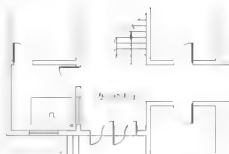

图 3.10 拖出多行文字的矩形框
(1) 将【文本】图层设置为当前层。
(2) 单击【绘图】工具栏上的【多行文字】图标 A 或在命令行输入“T”后按 Enter 键。
① 在指定第一角点: 提示下,在办公楼底层平面图的“值班室”内单击一点,作为文字框的左上角点。
② 在指定对角点或 [高度(H)/对正(J)/行距(L)/旋转(R)/样式(S)/宽度(W)]: 提示下,光标向右下角拖出矩形框(如图 3.10 所示)后单击,弹出【文字格式】对话框和【文字输入】窗口。